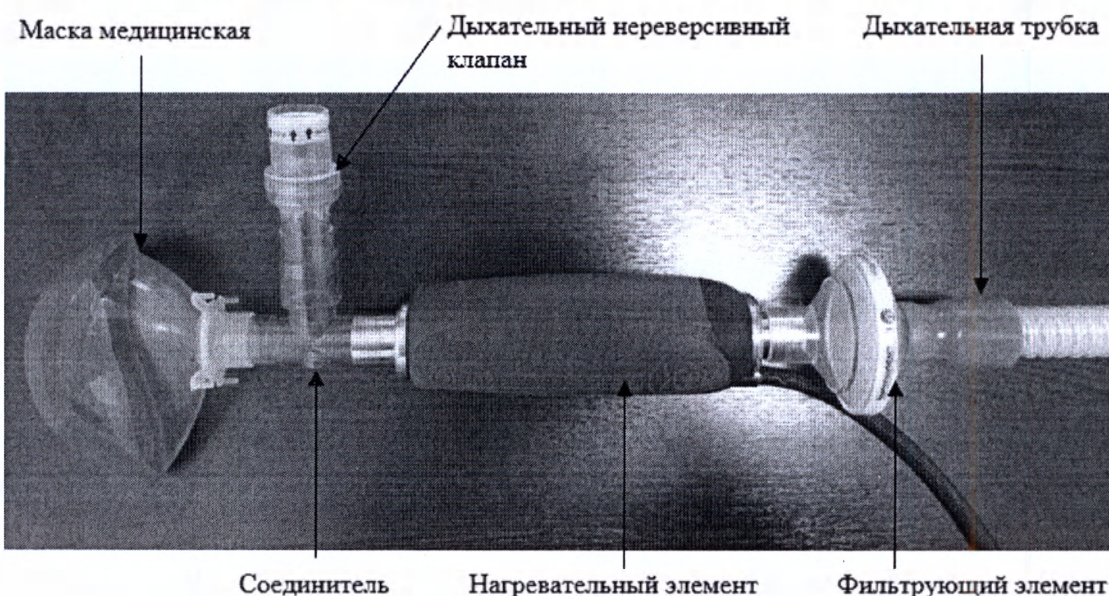

Рисунок 8 – Сборка изделия для работы в режиме «По умолчанию» с маской анестезиологической с одним коннектором
- 1) в случае использования маски анестезиологической, имеющей один коннектор, последовательно подсоединяют: соединитель, дыхательный неререверсивный клапан и маску медицинскую анестезиологическую (рисунок 8), входящие в комплект поставки.